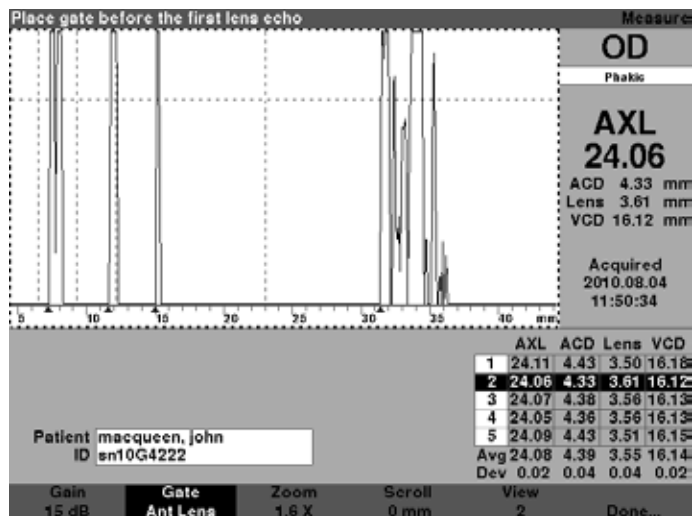

Figura 6-6 Medición activada con menú de revisión de forma de onda
2. Presione el control giratorio o el botón \checkmark para activar el área de la forma de onda, indicada con el borde punteado. (Consulte la Figura 6-6, en la página siguiente). Las selecciones del menú programable de la pantalla Measure (Medición) cambiarán del menú principal al menú de revisión de forma de onda.